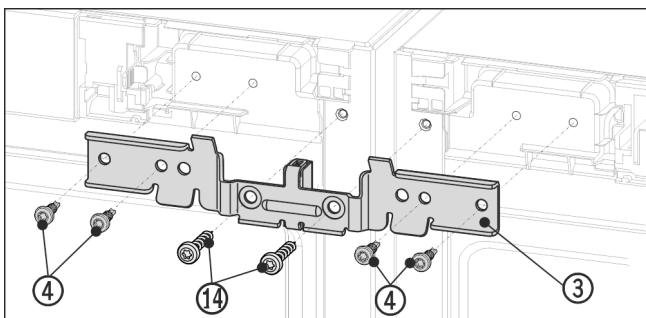

Fig. 12 Shembull ilustrues
- ▶ Shtyni profilin Fig. 12 (3) me pjesën distancuese midis pajisjeve dhe mbi kunjat. Mbërtheni lirisht profilin me katër vidat Fig. 12 (4) dhe me vidat e tokëzimit Fig. 12 (14) të hequra më parë, duke i mbërthyer në mënyrë të alternuar djathtas dhe majtas.